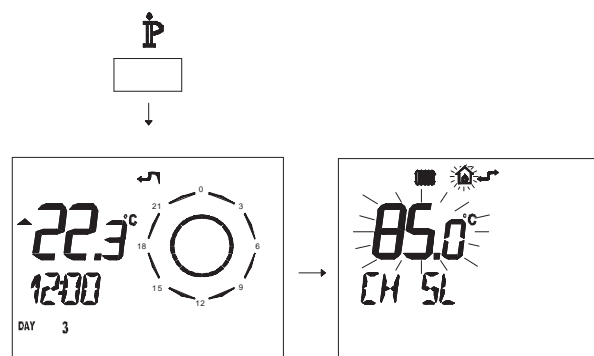

Рисунок 5.33
Графики зависимости температуры от изменений, внесенных посредством кнопок 16 и 17, при коэффициенте **K 1,5**, представляет Рисунок 5.33.
- Нажмите и удерживайте 3 секунды кнопку **P**, чтобы войти в режим **INFO** (Рисунок 5.33).